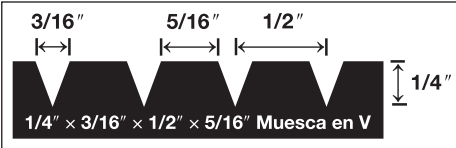

Figura 2
- Palustre con muesca en V de 1/4" × 1/2" × 3/16" (6 mm × 13 mm × 5 mm) (Figura 2)
- Esparza suficiente cantidad del adhesivo recomendado con el palustre recomendado (Figura 2) en un área que pueda cubrirse en 60 minutos (refiérase a la información del adhesivo).